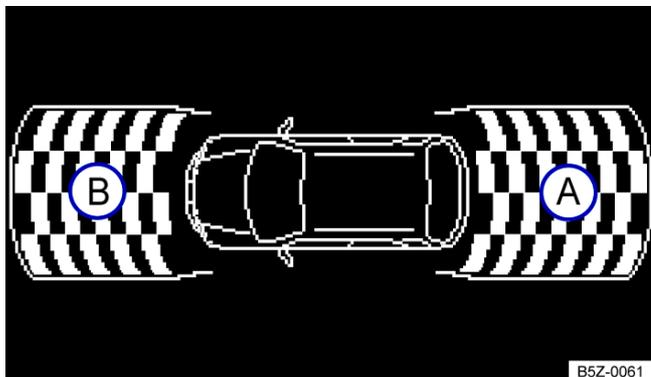

Fig. 110 Exibição do display do controle de distância de estacionamento dianteiro e traseiro no rádio (não disponível para algumas versões).
Dependendo da versão do veículo, será exibido no display do rádio (não disponível para algumas versões) → Fig. 110 a área examinada pelos sensores de ultrassom na parte dianteira (B) e traseira (A) do veículo. Possíveis obstáculos são exibidos tomando o veículo como ponto de referência → ⚠️.
→ Fig. 110